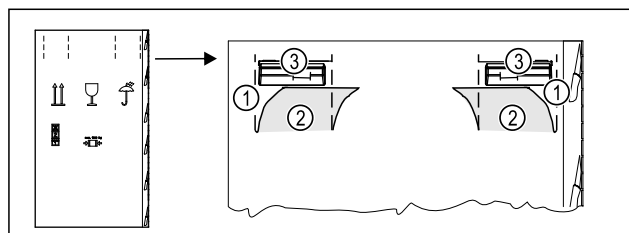

Fig. 3
- Tryck in förpackningskartongen ovan vid perforeringen Fig. 3 (1).
- Dra ut intryckta flikar Fig. 3 (2).
- Bärhandtag Fig. 3 (3) till höger och vänster syns.
- Håll skåpet i bärhandtagen Fig. 3 (3).